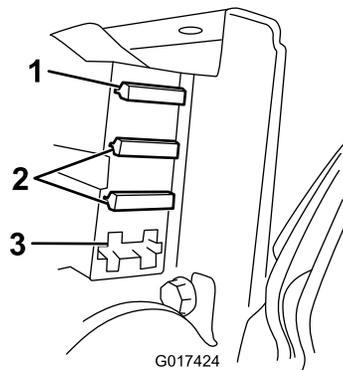

図 36
- ヒューズボックス内部のヒューズを点検する 図 36。
4. 飛んでいるヒューズを発見した場合には、所定の電圧および電流値のものに交換する 図 36。